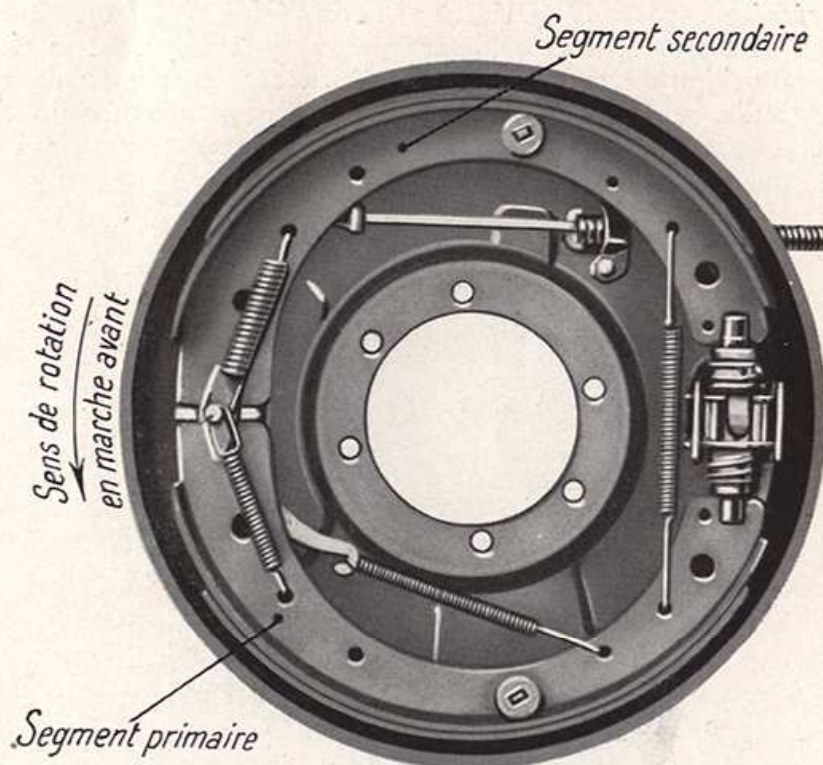

Fig. 18.
c) Remonter les segments garnis à neuf en évitant aux garnitures tout contact avec de la graisse ou de l'huile. Attention à l'emplacement des segments primaire et secondaire, voir Fig. 18.